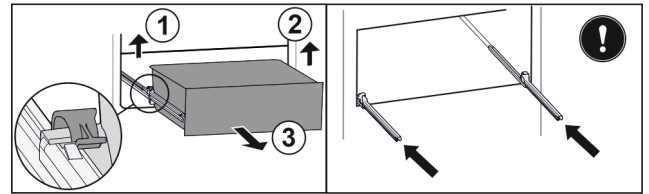

Fig. 64
- ▶ Linke Klemme anheben und gleichzeitig Schubfach links nach vorne ziehen. Fig. 64 (1)
- ▶ Rechte Klemme anheben und gleichzeitig Schubfach rechts nach vorne ziehen. Fig. 64 (2)
- ▶ Schubfach nach vorne entnehmen. Fig. 64 (3)